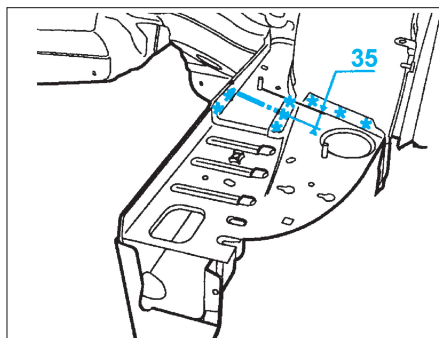

FIG. 10
- Tracer puis découper à l'aide d'une meule épaisseur 1 mm (coupe provisoire) (Fig.10).